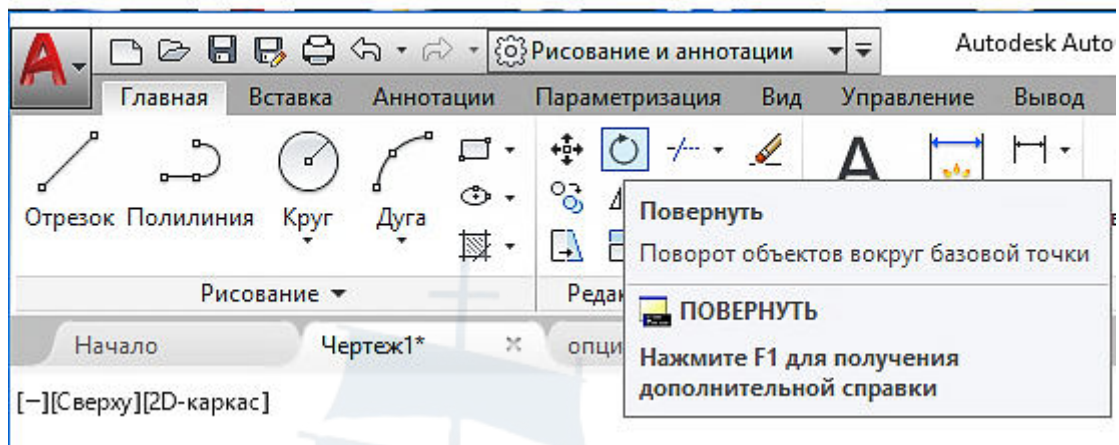

Рис. 116
- щелчком мыши по кнопке  **Повернуть** на панели инструментов **Редактирование** на вкладке **Главная** (рис. 116);